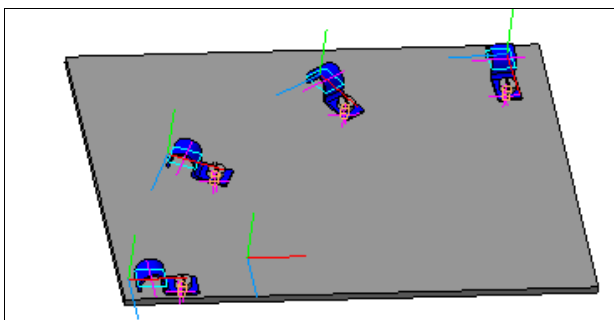

Рис. 23.38. Плата с установленными скобами
- ♦ установите на основание четыре скобы, совместив отверстия крепления с отверстиями на основании, как на рис. 23.38. Из Библиотеки Стандартные Изделия вызовите винты цилиндрические М4 и установите их в отверстия для крепления скоб;